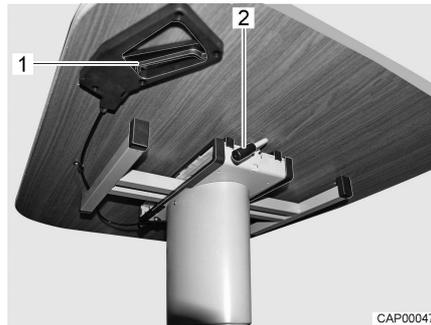

Bild 41 Hubtisch verschieben
- Hebel (Bild 41,2) nach unten schwenken, bis er senkrecht nach unten steht.
- Hebel (Bild 41,2) nach oben schwenken, bis Tischplatte fixiert ist.
- Verriegelungsgriff (Bild 41,1) ziehen.
- Verriegelungsgriff (Bild 41,1) loslassen. Die Tischplatte bleibt in der eingestellten Höhe.